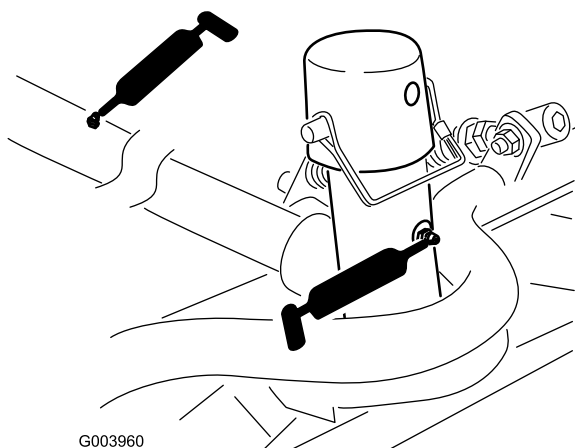

図 52
- ・ カuttingユニットのキャリアフレームとピボット（各2）（図 52）